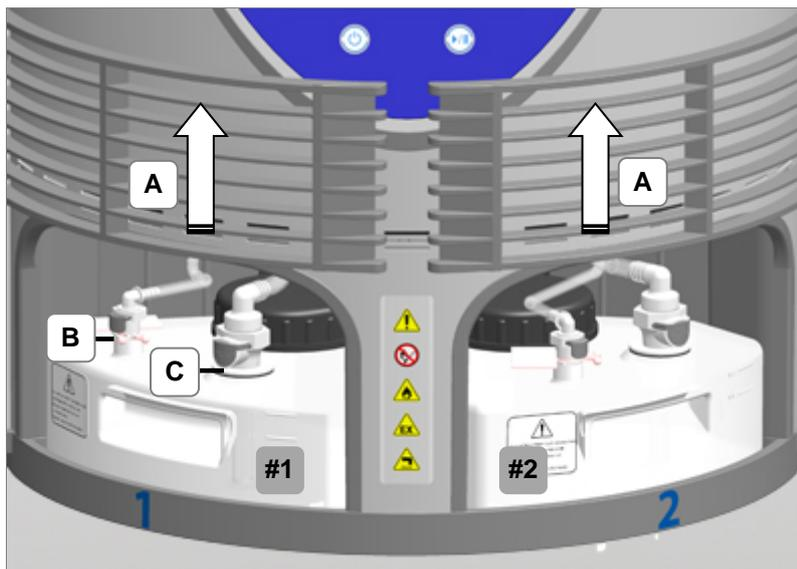

Fig. 4.4.2 Caches des réservoirs ouverts
1. Faites coulisser les caches des réservoirs (*fig. 4.4.2.A/A*) vers le haut.